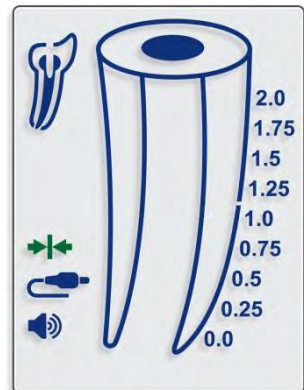

Abb. 3
- 7.3.2. Das Verbindungssymbol  wird auf dem Display angezeigt; es zeigt eine ordnungsgemäße Verbindung an (Abb. 3).